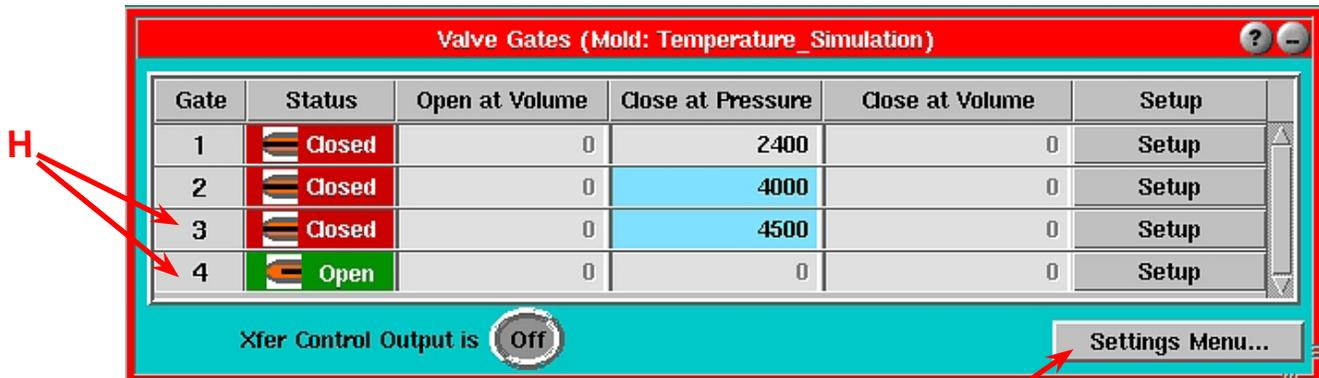

Figura 7: Herramienta Compuertas de Válvula
**Q. Habilitar cierre basado en la presión:** Seleccione la casilla "Presión en" para hacer que la compuerta de válvula se cierre cuando la presión del sensor a la derecha llegue al nivel configurado. Si esta opción está habilitada, este valor se puede configurar desde la pantalla principal de la herramienta Compuertas de Válvula (Figura 7).